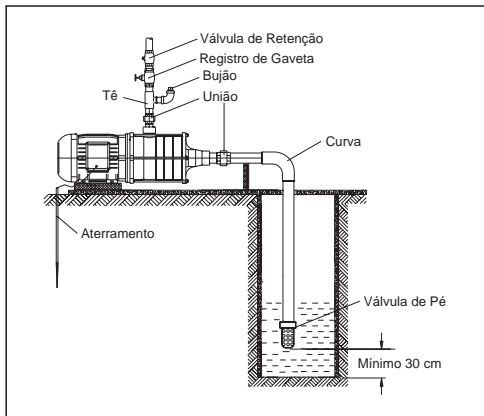

Figura 1 - Esquema de Instalação
- Providencie, na instalação de recalque, um bujão para escorva como o que sugerimos na Figura 1.
- Nunca abrir o bujão de escorva (Figura 1) da bomba enquanto a mesma estiver em operação, pois a pressão pode arremessá-lo contra alguém.
- Sempre que for efetuar a escorva da bomba, feche por completo o registro de recalque (Figura 1).